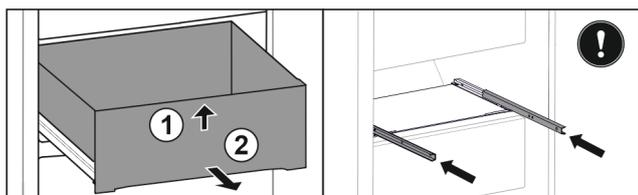

Fig. 158
- ▶ Levante el cajón por delante. Fig. 158 (1)
- ▶ Extraiga el cajón hacia delante. Fig. 158 (2)